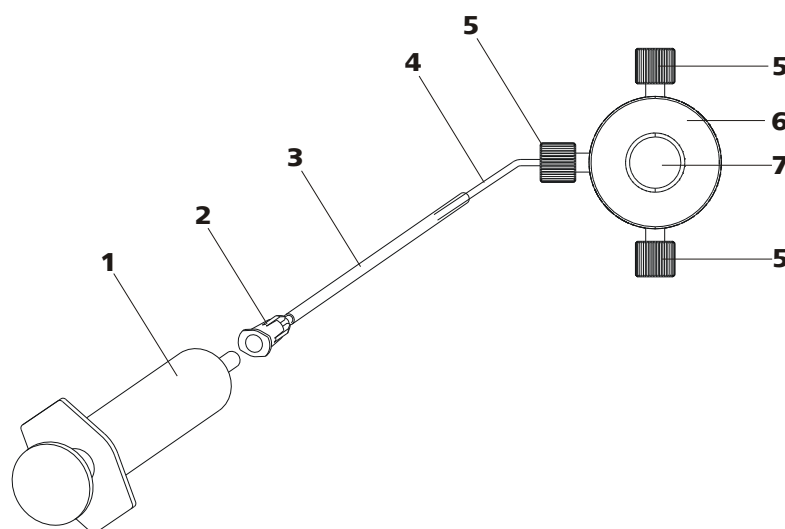

Abbildung 22 Hochdruckpumpe entlüften
Entlüften Sie die Hochdruckpumpe wie folgt (*siehe Abbildung 22, Seite 43*):
- Spritze (22-**1**) in den Luer-Anschluss (22-**2**) der Purge-Kanüle stecken (siehe Abbildung 22, Seite 43).